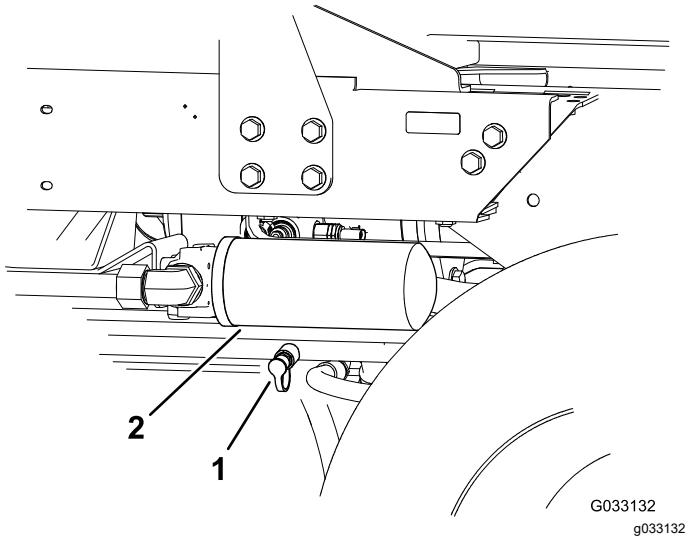

**Bild 42**
- 95-0985, Kupplungsstück (2)
- 340-77, Hydraulikanschlussstück (2)
1. Installieren Sie das Diagnose-Anschlussstück in dem unmarkierten Port zwischen den Ports M8 und P2 auf der Rückseite des Rückfahrsteuerblocks (Bild 42).